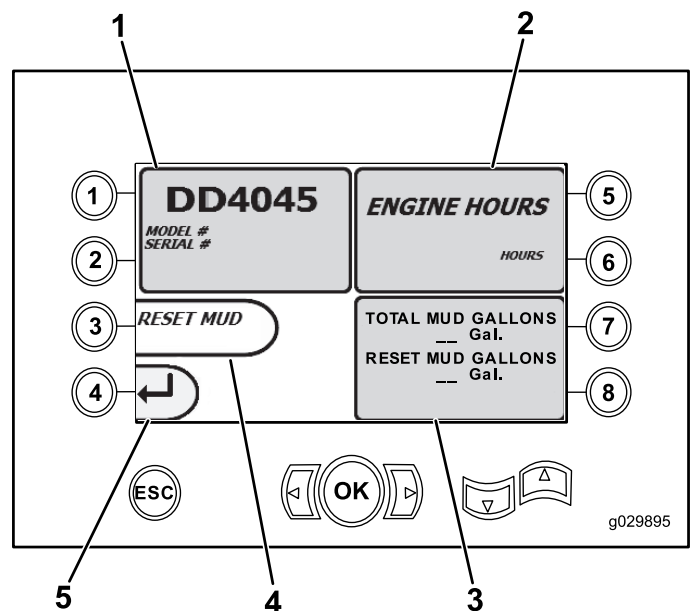

Bild 10
- Taste 1: Bildschirm „Maschineninformationen“ (Seite 6) Wie in Bild 10 abgebildet
- Maschinenmodell und Seriennummer (Bild 10).
- Anzahl Betriebsstunden der Maschine (Bild 10).
- Menge der verwendeten Bohrflüssigkeit und zurückgesetzte Menge verwendeter Bohrflüssigkeit (Spülschlamm) (Bild 10).
Hinweis: Drücken Sie Taste 3, um die Bohrflüssigkeitsmenge in Gallonen seit dem letzten Zurücksetzen zurückzusetzen (Bild 10).